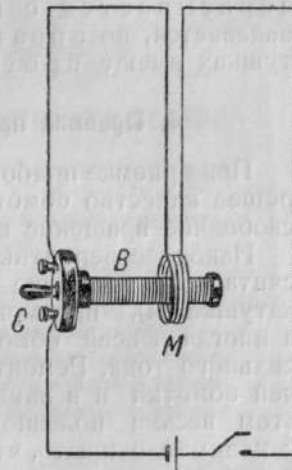

Рис. 8.
**6-й опыт.** Из катушки *B* (вместе с сердечником) можно составить прибор Эйхенвальда для демонстрации взаимодействия двух катушек с током, если сделать вторую катушку из 30—40 витков проволоки (диаметр около 0,5 мм); проволоку наматывают на цилиндрический предмет (диаметром около 4 см) и полученную катушку связывают нитками в нескольких местах; концы проволоки припаивают к гибким проводам, на которых подвешивается сделанная катушка так, чтобы она свободно надевалась на катушку *B* (рис. 8), укрепленную горизонтально (можно ручку сердечника за-
При включении тока, наружная катушка *M* (рис. 8) или остается надетой на среднюю часть катушки *B* (если токи в катушках одного направления) или сбрасывается с катушки *B* и снова на нее сама надевается, но обратной стороной (если токи в катушках имеют противоположные направления).